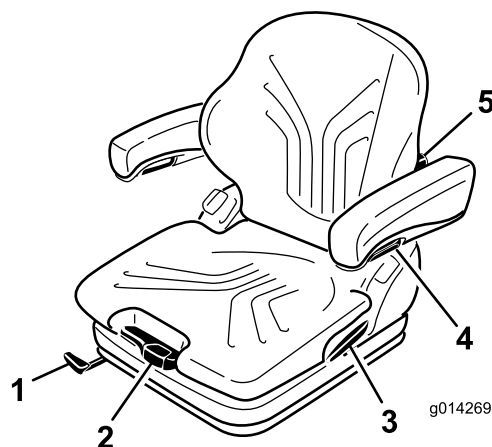

Figure 22
Le siège est réglé pour le poids du conducteur en tirant ou en poussant le levier de réglage correspondant (Figure 22).
1. Levez le levier pour débloquer et régler le siège (Figure 22).
En tournant le bouton de réglage vers le haut, vous pouvez régler le renflement de la partie supérieure du dossier. En tournant le bouton vers le bas, vous pouvez régler le renflement de la partie inférieure du dossier (Figure 22).
Pour régler la hauteur des accoudoirs, séparez le cache rond (Figure 22) du couvercle, desserrez l'écrou hexagonal (13 mm) qui se trouve derrière, réglez les accoudoirs à la position voulue puis resserrez l'écrou. Remplacez la cache sur l'écrou.
Pour régler l'angle des accoudoirs, tournez le bouton de réglage (Figure 22).
Tirez sur le levier pour libérer le verrou du dossier (Figure 22). Lorsque le verrou est libéré, ne vous appuyez pas contre le dossier.